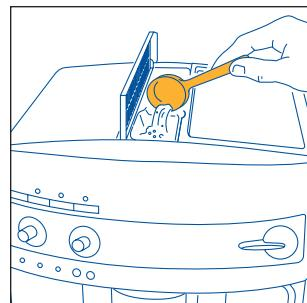

Рис. 19
- Поднимите крышечку в центре и, если хотите приготовить одну чашку кофе экспрессо, засыпьте **только одну мерку, наполненную до краев** предварительно размолотым кофе, рис. 19. Если же вы хотите приготовить две чашки кофе экспрессо, засыпьте через воронку **две мерки, наполненные до краев** молотым кофе, и приготовьте кофе, как описано пар. 5.